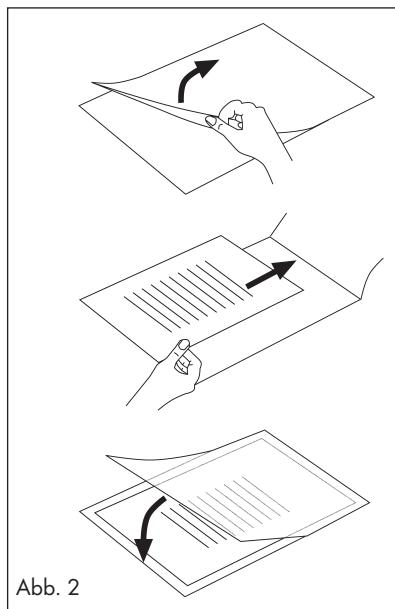

Abb. 2
- Beachten Sie, dass Sie lediglich eine Folie zum Laminieren verwenden. Klappen Sie diese vorher auf, wie beispielsweise in Abb. 2 dargestellt.